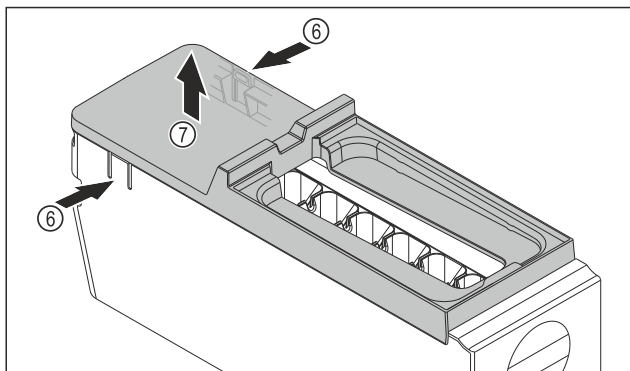

Fig. 61
- Abdeckung des EasyTwist-Ice-Korpus entnehmen: Laschen Fig. 61 (6) an den beiden Seiten des EasyTwist-Ice-Korpus mit einer Hand drücken.
- Abdeckung Fig. 61 (7) mit der anderen Hand nach oben entnehmen.